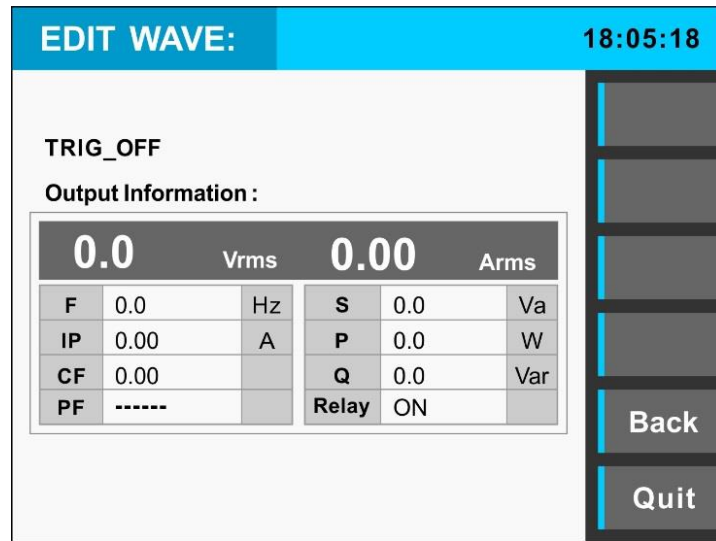

图3-15 Edit模式下输出界面
- 3) 选择界面 “OK” 右侧的功能键，会跳转到图3-15所示界面。